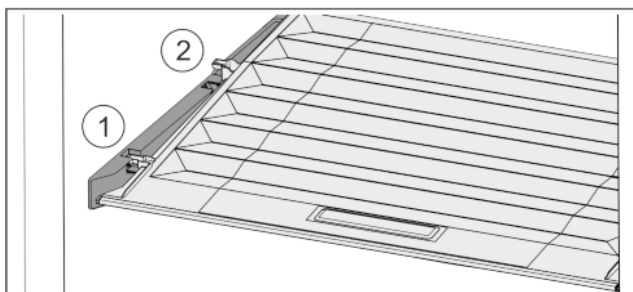

Fig. 28
- ▶ Tirare in avanti il coperchio fino all'apertura nei fermi Fig. 28 (1).
- ▶ Sollevare posteriormente dal basso e togliere verso l'alto Fig. 28 (2).